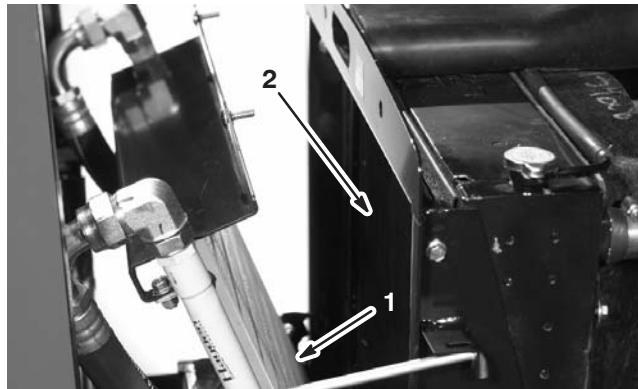

Figure 51
- Basculez le refroidisseur d'huile en arrière. Nettoyez soigneusement les deux côtés du refroidisseur et du radiateur (Fig. 51) à l'air comprimé.